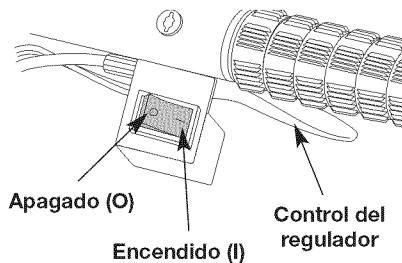

Fig. 6
NOTA: No hay necesidad de girar la unidad. Encendido/de parada el control (Fig. 6) está en la posición de trabajo siempre (I).
2. Coloque el control de encendido y apagado en posición de APAGADO (O) (Fig. 6).